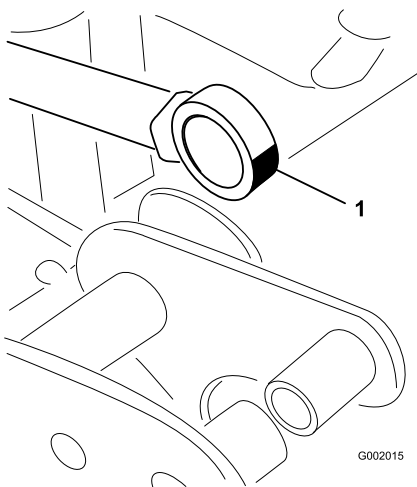

Bild 35
5. Drehen Sie das Lagerende der Aktuatorstange und schmieren Sie Schmiermittel in das Lager (Bild 35). Wischen Sie überflüssiges Fett ab.